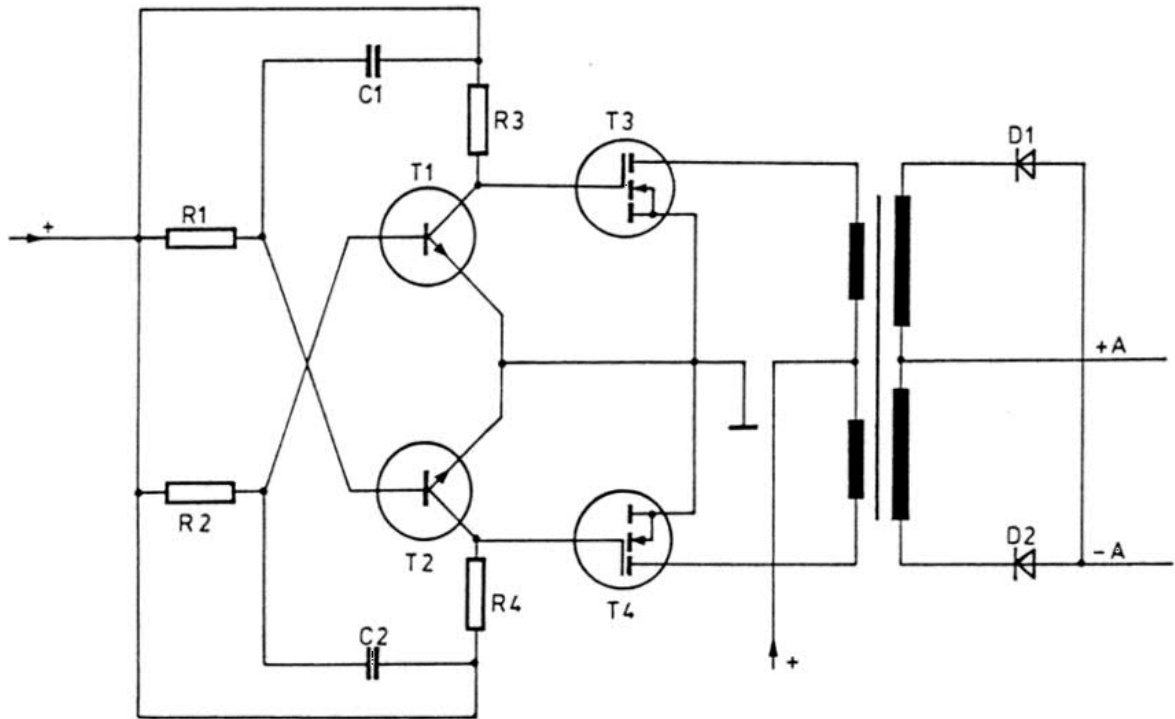

Bild 1: Schaltung eines Wechselrichters als Ersatz für defekte Zerkhackerpatronen
o.ä. unnötig. *Bild 1* zeigt eine bewährte Schaltung, die als Ersatz für mechanische Zerkhacker eingesetzt werden kann. Die wenigen Bauteile lassen sich leicht im Abschirmbecher einer defekten Zerkhackerpatrone unterbringen. Durch Änderung der Werte von C1, C2 und R1, R2 läßt sich die Schwingfrequenz so festlegen, daß mit dem vorhandenen Trafo die maximale (gewünschte) Ausgangsspannung erreicht wird.